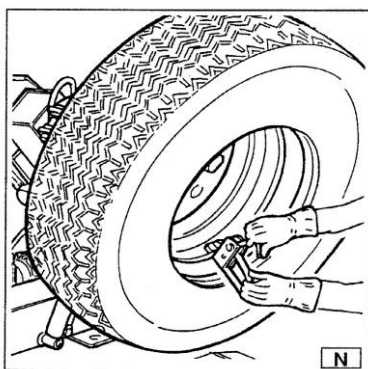

Рисунок 12. Снятие зажима и прикрепление его с наружной стороны
(Рис.12).
10) Установите зажим внизу (на 6 часов) снаружи второго борта (Рис.12)